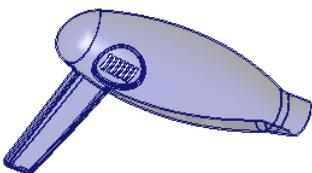

图 8.10 加亮的曲面
② 依次选取所有的边界面（全部加亮）后，松开 Shift 键，完成“边界面”的选取。操作完成后，整个模型内表面均被加亮，如图 8.10 所示。